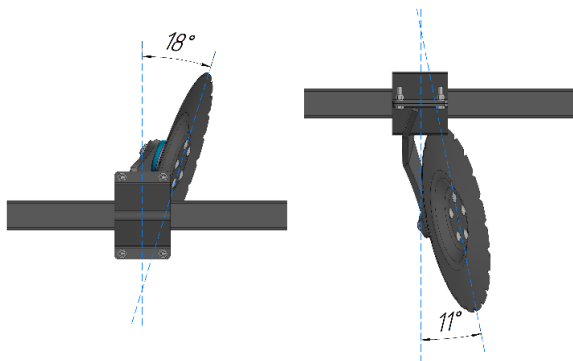

Рисунок 12 – Углы атаки и врезания режущего узла
9.1 Рабочими органами агрегата являются установленные на индивидуальных стойках, наклонно к вертикали и с углом атаки, сферические диски. На агрегате угол атаки (рисунок 12) составляет 18°. Это позволяет лушительнику эффективно подрезать растительные остатки.